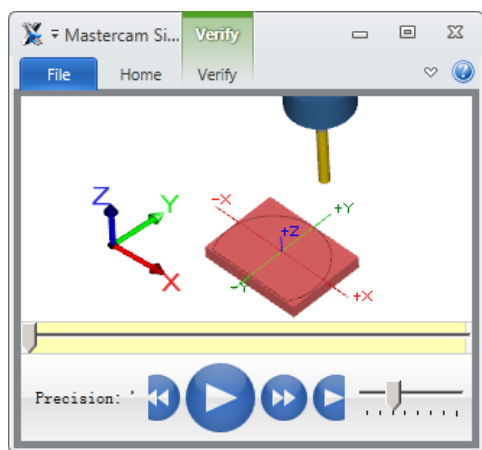

图 9.2.23 “Mastercam Simulator”对话框
(1) 在“操作管理器”中确认1 - 外形 (2D) - [WCS: 俯视图] - [刀具平面: 俯视图] 节点被选中，然后单击“验证已选择的操作”按钮，系统弹出图 9.2.23 所示的“Mastercam Simulator”对话框。